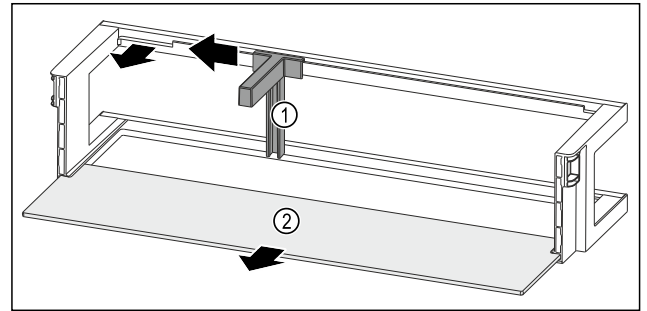

Fig. 120 Estante en la contrapuerta con soporte para botellas y estante
- Empuje el soporte para botellas Fig. 120 (1) hacia un lado hasta la entalladura.
- Retire el soporte para botellas Fig. 120 (1).
- Retire el estante Fig. 120 (2).